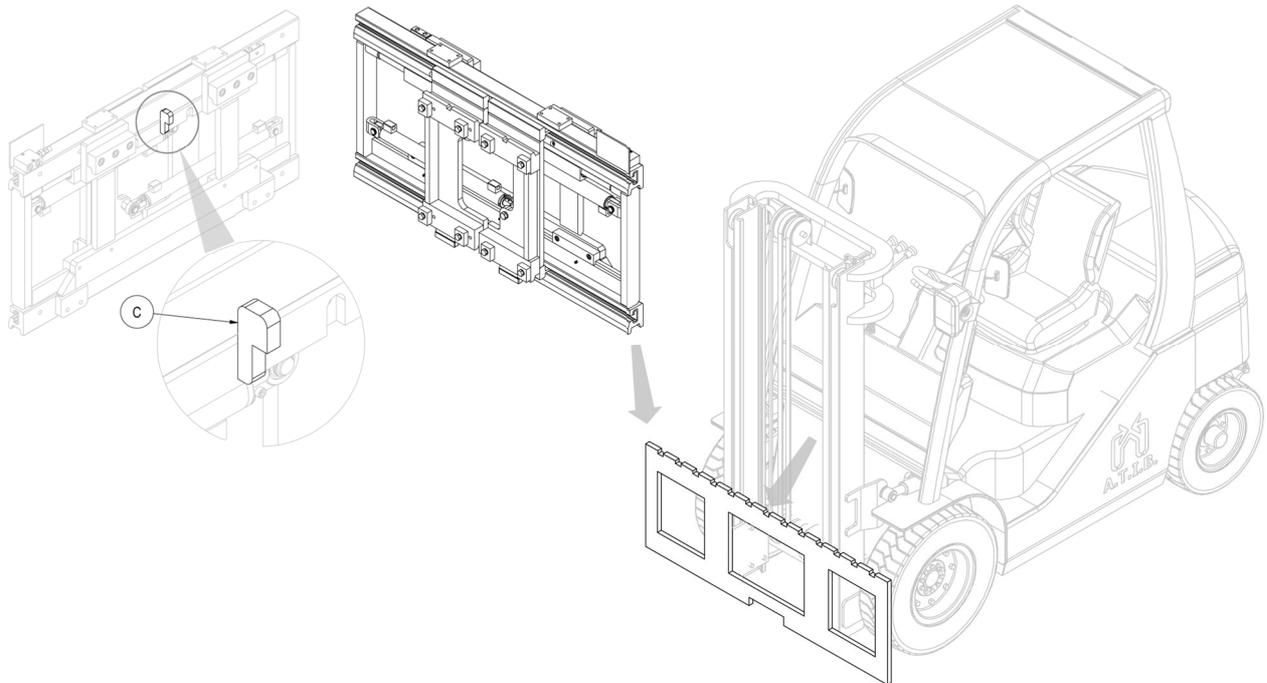

Abbildung 11
6. Positionieren Sie das Gerät mithilfe eines Brückenkrans oder eines Flasenzugs mit ausreichender Tragfähigkeit auf der Gabelträgerplatte und achten Sie darauf, dass der Zentrierzahn C in die mittlere Kerbe derselben einrastet (siehe *Abbildung 11*).